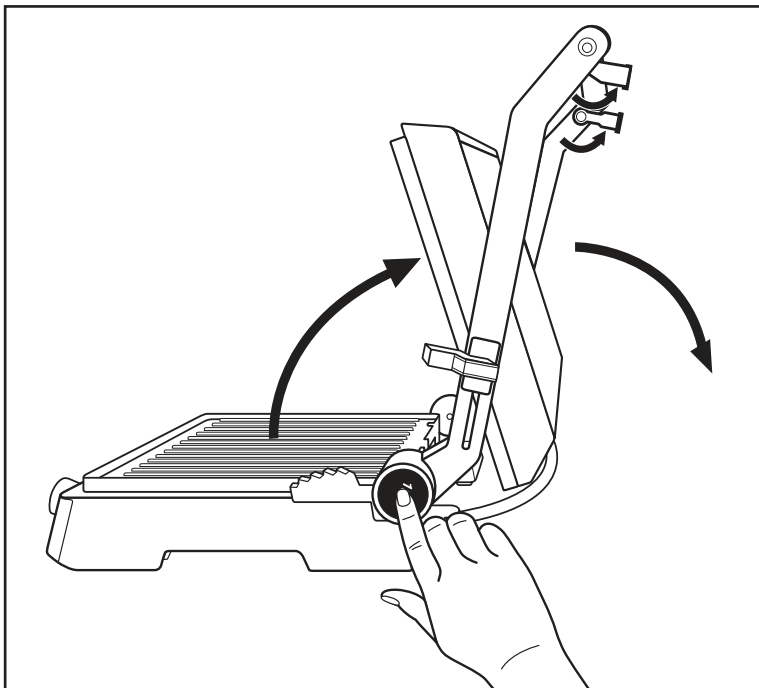

Fig. 1
- 1) Despliegue ambos pies de apoyo ❶ (fig. 1).
- 2) Pulse el botón de desencastre 180° ❸ (fig. 1) y abra la tapa del aparato hasta que ambas placas de calentamiento ❶ puedan utilizarse como grill de mesa.